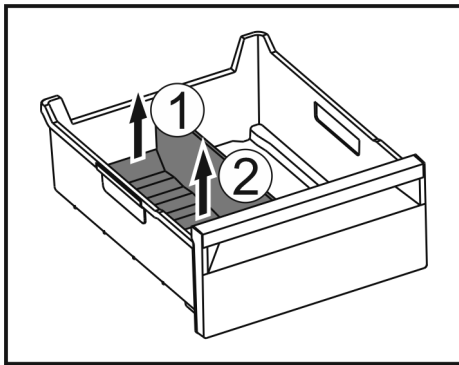

Fig. 120
- Zdvihnite zadnú časť oddelovača zásuvky na ľad. Fig. 120 (1)
- Odoberte oddelovač zásuvky na ľad nahor. Fig. 120 (2)